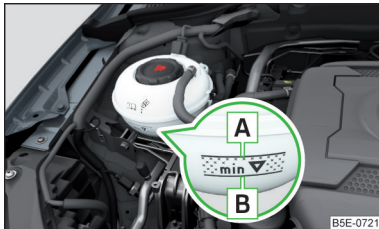

Fig. 319
Vérifier le niveau du liquide de refroidissement - Le niveau du liquide de refroidissement doit être compris entre les repères **A** et **B** » fig. 319. Si le niveau du liquide de remplissage est inférieur au repère **B**, rajoutez du liquide de refroidissement.
Les **spécifications** du liquide de refroidissement sont mentionnées sur l'emballage du liquide de refroidissement » fig. 319.
- Ne versez pas le liquide de refroidissement au-delà de la marque **A** » fig. 319. Le liquide de refroidissement peut être sous pression à cause du chauffage du système de refroidissement, risque d'endommagement des pièces du compartiment moteur.